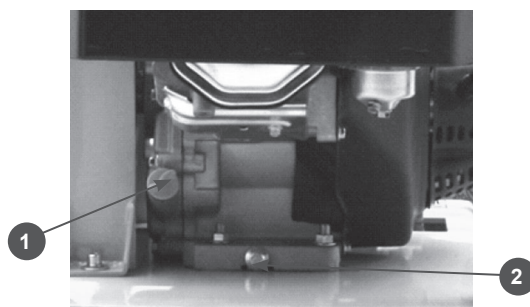

Рис.9
1. Разместите под двигателем подходящую емкость для сбора масла, затем снимите крышку/щуп маслосливной горловины(1) и открутите пробку отверстия для слива масла(2) Рис.9.